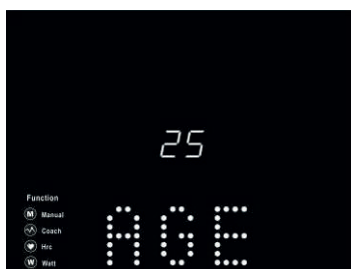
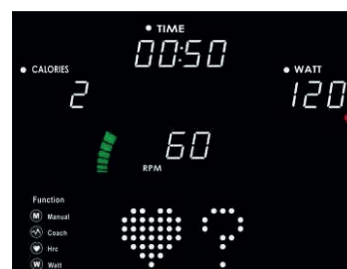

Abb. 14
Abb. 19
7. Wählen Sie HEART RATE, um den herzratenkontrollierten Modus aufzurufen und stellen Sie zunächst das Alter mit LEVEL ein (Abb. 14; voreingestellt auf 25). Die eingestellten Werte werden nicht dauerhaft gespeichert, sondern müssen immer neu eingestellt werden. Drücken Sie MODE, um den Wert zu bestätigen und wählen Sie anschließend einen der 4 Modi (siehe Abb. 15-18) aus. „TAG“ bedeutet, dass Sie den Wert für das Pulsziel manuell eingeben müssen, die Prozentsätze beziehen sich auf die maximale Herzfrequenz ($220 - \text{Alter}$). Sie können nun noch eine Vorgabezeit einstellen. Drücken Sie START, um mit dem Training zu beginnen. Die Belastung passt sich im Training automatisch an die Änderung des Herzschlags an; wenn kein Herzschlag erkannt wird, zeigt die Anzeige ein Herzsymbol mit Fragezeichen an (Abb. 19). Drücken Sie die Taste STOP oder stoppen Sie das Training nach Erreichen eines Zeit-Vorgabewertes und drücken Sie dann RESET, um zur Startseite zurückzukehren.